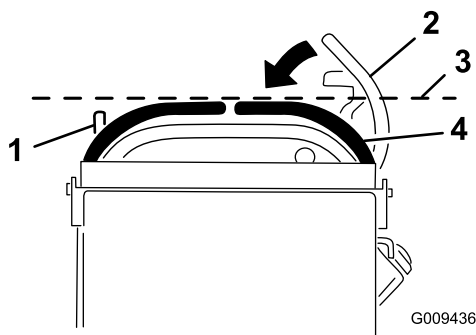

Figure 68
3. Abaissez le levier de commande de déplacement droit hors de la position de VERROUILLAGE AU POINT MORT (Figure 68).
4. Vérifiez si le levier de commande de déplacement droit s'aligne horizontalement sur le levier de commande de déplacement gauche (Figure 68).